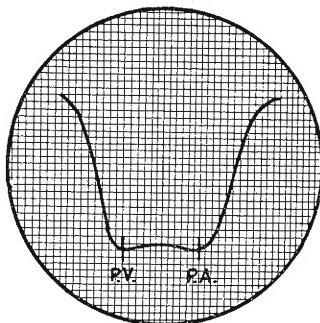

Fig. 10.24. - Curva risposta alta frequenza.
5) L'oscillatore si tara come descritto, spostando l'oscillografo sul rivelatore R34. Con il comando di sintonia a 1/2 corsa regolare il nucleo dell'oscillatore fino a portare il marker della portante audio nel punto prescritto sulla curva di risposta totale di M.F. di cui alla fig. 10.24.